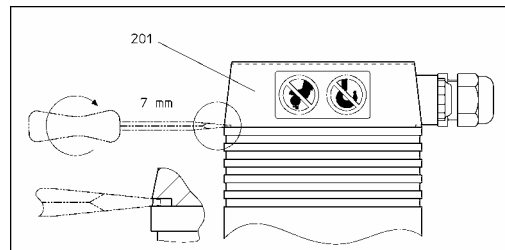

Bild 4: Abnehmen des Deckels (201)
- Der Deckel (201 Bild 4) dient zum Schutz des Hubantriebes und zur persönlichen Sicherheit des Bedienungs- und Wartungspersonals!
- Schraubendreher in eine Aussparung des Deckels stecken und durch leichtes Drehen den Deckel herausheben (Bild 4).
- Den Deckel (201) vorsichtig abnehmen.